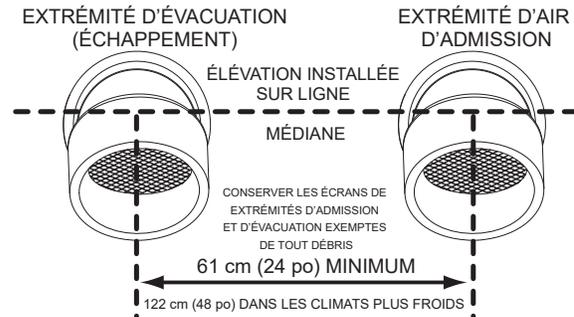

Figure 25. Extrémité murale - Ventouse : Extrémités standard
- Pour installer les bouches d'évacuation et d'admission d'air dans une configuration à ventouse à travers un mur, il doit y avoir une séparation minimale de 61 cm (24 po), mesurée depuis l'axe médian vertical, entre les bouches d'admission d'air et d'évacuation. Voir **Figure 25**.
- Pour installer les bouches d'évacuation et d'admission d'air dans une configuration à ventouse à travers un mur, les bouches d'admission d'air et d'évacuation doivent être installées à la même hauteur, mesurée sur la ligne médiane horizontale. Voir **Figure 25**.
- Toutefois, la distance entre les bouches d'évacuation et d'admission d'air les plus proches doit être d'un minimum de 61 cm (24 po). Dans les climats plus froids, cette séparation doit être augmentée jusqu'à au moins 122 cm (48 po). Voir **Figure 25** (page 26).